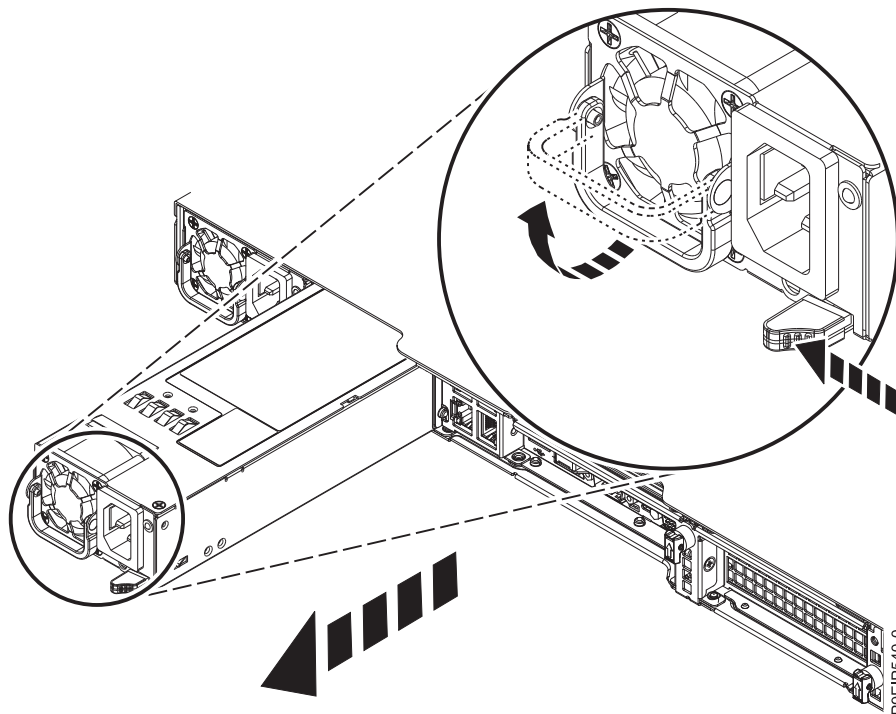

Figure 33. Retrait d'une alimentation du système
- a. Pour retirer l'alimentation de sa position dans le système, poussez le loquet de verrouillage vers la gauche, comme indiqué dans la figure 33, à la page 35.